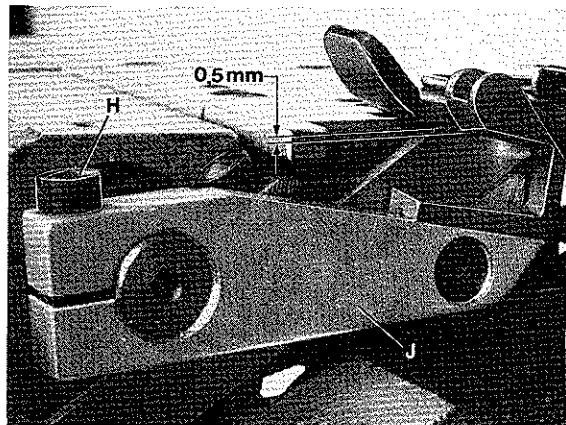

Fig.53
Loosen screw (H, Fig.53) and swing upper knife lever (J) up or down until the cutting edge of upper knife overlaps the cutting edge of lower knife by 0,5 mm (.020 in.) (see Fig.53). Retighten screw (H). Check by rotating pulley if the upper knife moves freely.
Lösen Sie die Schraube (H, Fig.53) und schwenken Sie den Obermesserträger (J) nach oben oder unten bis sich die Schneiden von Ober- und Untermesser etwa 0,5 mm überlappen (siehe Fig.53). Ziehen Sie die Schraube (H) wieder an. Prüfen Sie durch Drehen am Handrad ob das Obermesser freigeht.